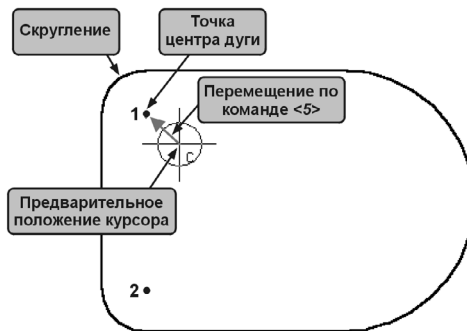

Рис. 9.36. Предварительное положение курсора
2.5. Установите курсор немного ниже и правее предполагаемого положения центра дуги. Вы можете выбрать любое другое предварительное положение курсора. Главное, чтобы оно было ближайшим к центру дуги. Не делайте щелчков мышью (рис. 9.36).